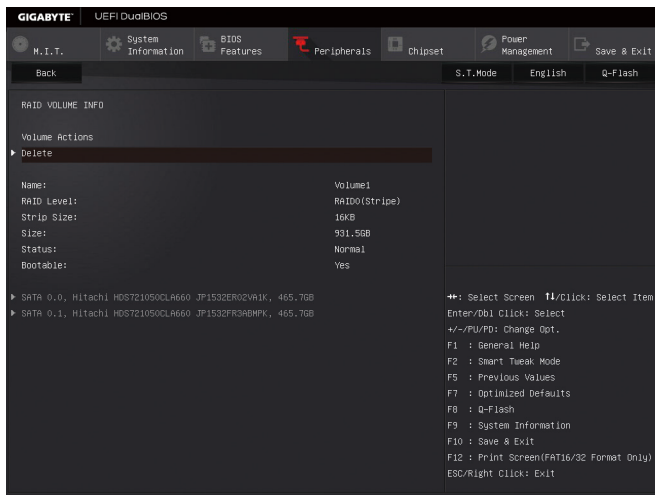

图7
完成后画面将恢复「Intel(R) Rapid Storage Technology」画面, 即可在「RAID Volumes」处看到建立好的磁盘阵列。若要检视更详细的资料, 可在该磁盘阵列上按<Enter>键, 即可看到例如磁盘阵列模式、区块大小、磁盘阵列名称及磁盘阵列容量等信息(图7)。